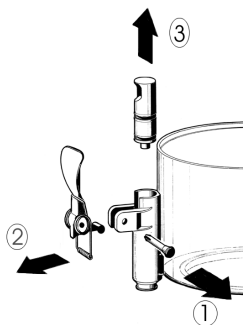

figura 1
- 3 Desmontar el grifo siguiendo la secuencia indicada (véase figura 1).
**3** Volver a montar el grifo en el contenedor siguiendo el orden inverso de las operaciones de desmontaje (véase Figura 1).